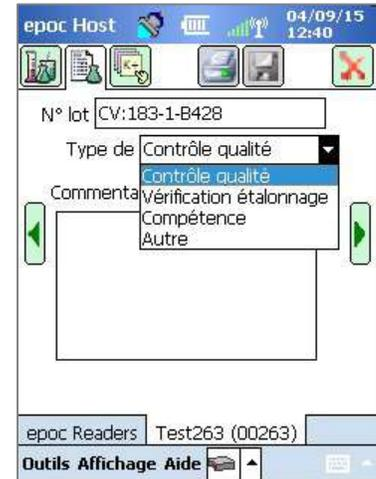

Fig. 17.
3. Sélectionnez un type de test dans le menu déroulant (Fig. 17).